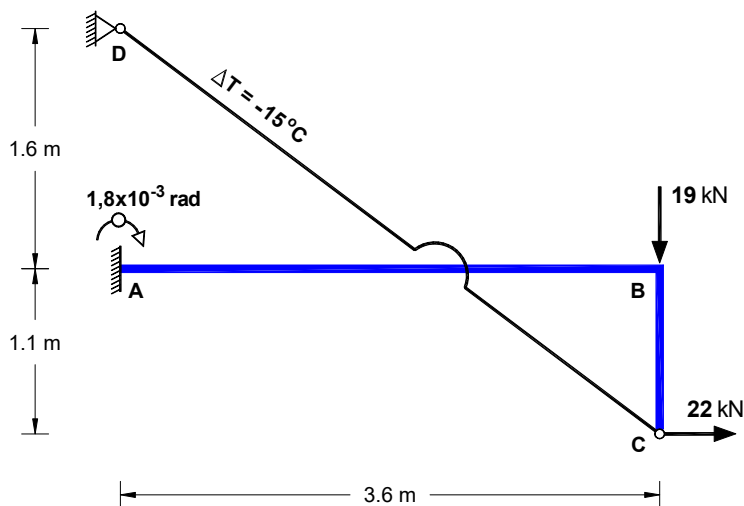

Figura 1
Considere a estrutura representada na *Figura 1*, composta por um corpo contínuo ABC e uma barra bi-articulada CD.
Tal como representado na *Figura 1*, a barra CD está submetida a uma variação uniforme de temperatura de $\Delta T = -15 ^\circ\text{C}$, atuando ainda na estrutura uma força vertical de **19 kN** em **B**, uma força horizontal de **22 kN** em **C** e um assentamento de apoio correspondente a uma rotação de $1,8 \times 10^{-3} \text{ rad}$ do encastramento em **A**.
- Trace o diagrama de momentos fletores atuantes nas barras ABC da estrutura representada na *Figura 1*.